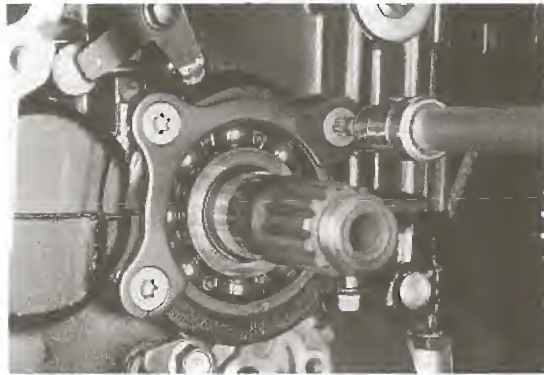

Bild 130
- Lagerschildschrauben Bild 130 (TORX T 30) ausdrehen und Lagerschild abnehmen.
- Lagerschildschrauben Bild 130 mit flüssiger Schraubensicherung eindrehen.